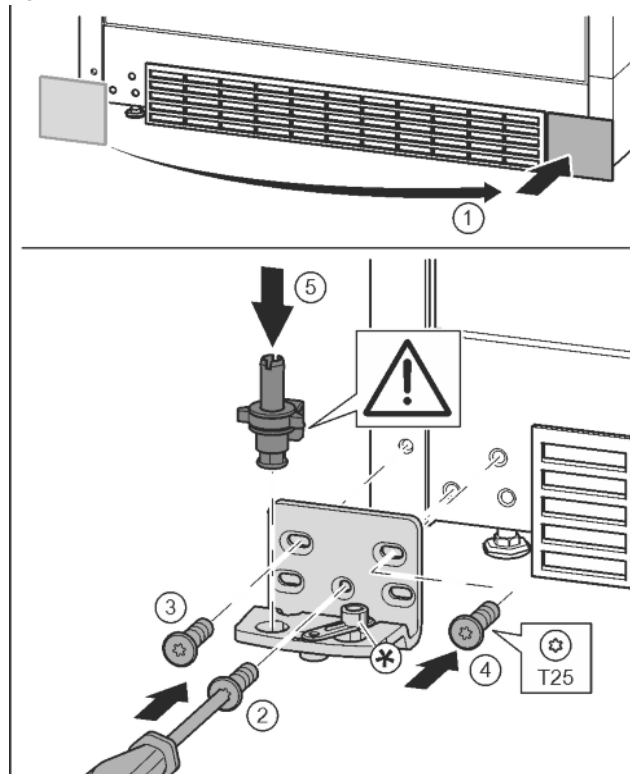

Fig. 14
- Afdekking eraf halen en op de andere kant aanbrengen. Fig. 14 (1)
- Lagerbus op de andere kant aanbrengen en met behulp van een schroevendraaier T25 vastschroeven. Met schroef 2 onder in het midden beginnen. Fig. 14 (2)
- Schroef 3 en 4 vastschroeven. Fig. 14 (3, 4)
- Lagerbout volledig aanbrengen. Let op dat de vergrendelnok naar achter wijst. Fig. 14 (5)